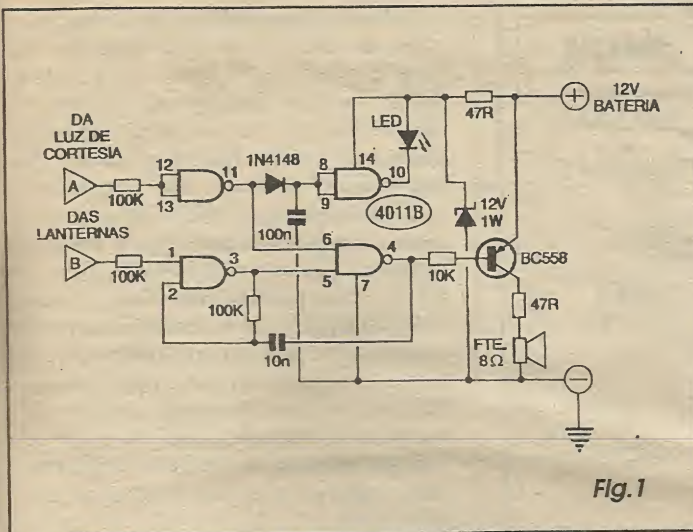
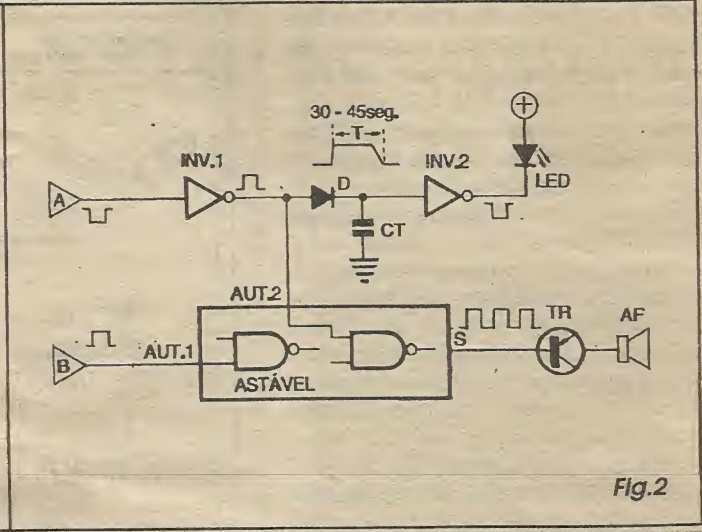

Fig. 1
Fig. 2
- FIG. 1 - DIAGRAMA ESQUEMÁTICO DO CIRCUITO - O esquema do circuito mostra o que se pode fazer com uma dezena de componentes comuns: um integrado C.MOS 4011B, um transistor universal, BC558, um LED, um diodo, um pequeno alto-falante e mais alguns resistores e capacitores, tudo encontrável em qualquer boteco de eletrônica! O leitor/aluno assíduo, rapidamente reconhecerá no diagrama algumas estruturas circuitais já estudadas em aulas anteriores do nosso cursinho... Nessa altura do campeonato, todos vocês já devem estar mais do que aptos a corretamente interpretar um esquema... Entretanto, para mastigar bem o funcionamento do circuito, o texto referente à
- FIG. 2 - COMO FUNCIONA... - Comparando o esquema (FIG.1) com o diagrama de blocos (FIG.2), o leitor/aluno pode acompanhar com facilidade o funcionamento do circuito, baseando-se também no que já aprendeu sobre as estruturas básicas digitais e analógicas, em aulas anteriores do nosso curso... O integrado C.MOS 4011 foi aproveitado ao máximo, nas funções possíveis para os seus quatro gates... Com dois dos gates foi montado um ASTÁVEL (frequência de áudio determinada pelo resistor de 100K e capacitor de 10n...), com sua saída (pino 4) fornecendo o sinal à base do transistor BC558, via resistor de 10K. Esse transistor, reforçador do sinal de áudio gerado pelo ASTÁVEL, aciona um pequeno alto-falante sob a proteção em série de um resistor de 47R... Esse ASTÁVEL apresenta dois terminais de autorização (pinos 1 e 6...), que devem receber simultaneamente níveis altos para que a oscilação se verifique... Se o caro leitor/aluno se antecipar um pouco, e der uma olhada à FIG. 7, lá adiante, notará que quando as lanternas do carro estiverem ligadas, o ponto B se colocará em